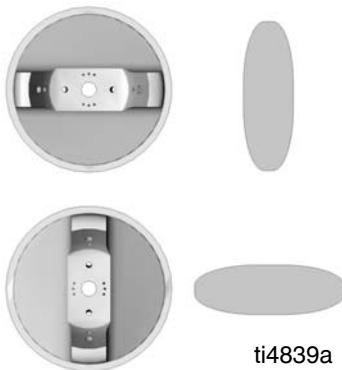

Рис. 2
- Поворачивайте воздушную головку до получения нужной формы распыла. См. Рис. 2.